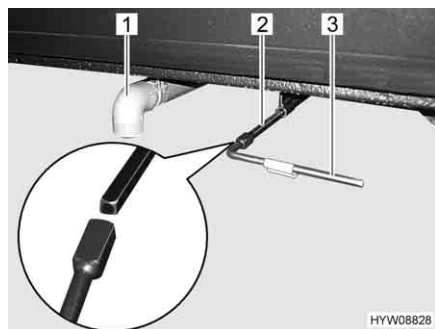

Fig. 76 Leva di comando e tubo di scarico del serbatoio delle acque grigie
- Posizionare il tubo di scarico (Fig. 76,1) direttamente sopra la stazione di smaltimento oppure innestare il tubo di gomma per lo scarico (accessorio opzionale) sul tubo di scarico (Fig. 76,1).
- Aprire il rubinetto di scarico. A tale scopo innestare la chiave quadra (Fig. 76,3) fornita in dotazione sul perno quadro del rubinetto di scarico (Fig. 76,2).
- Ruotare la chiave quadra (Fig. 76,3) di un quarto di giro in senso antiorario. Le acque grigie vengono scaricate.
- Dopo il deflusso completo delle acque grigie: Richiudere il rubinetto di scarico. A questo scopo ruotare la chiave quadra (Fig. 76,3) di un quarto di giro in senso orario.
- Sfilare la chiave quadra (Fig. 76,3) e stivarla.